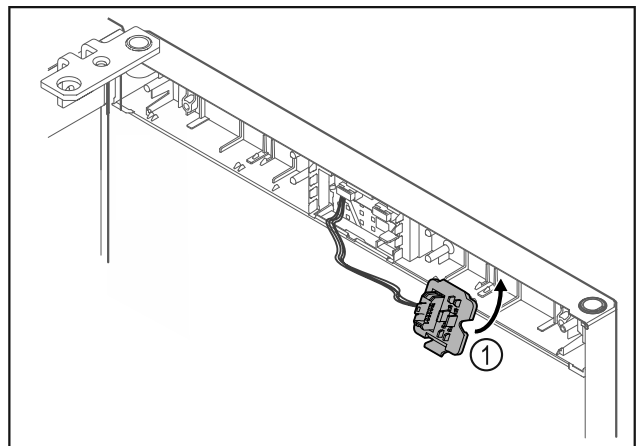

Fig. 18
- ▶ Steckerhouder Fig. 18 (1) aan tegenoverliggende zijde vergrendelen.